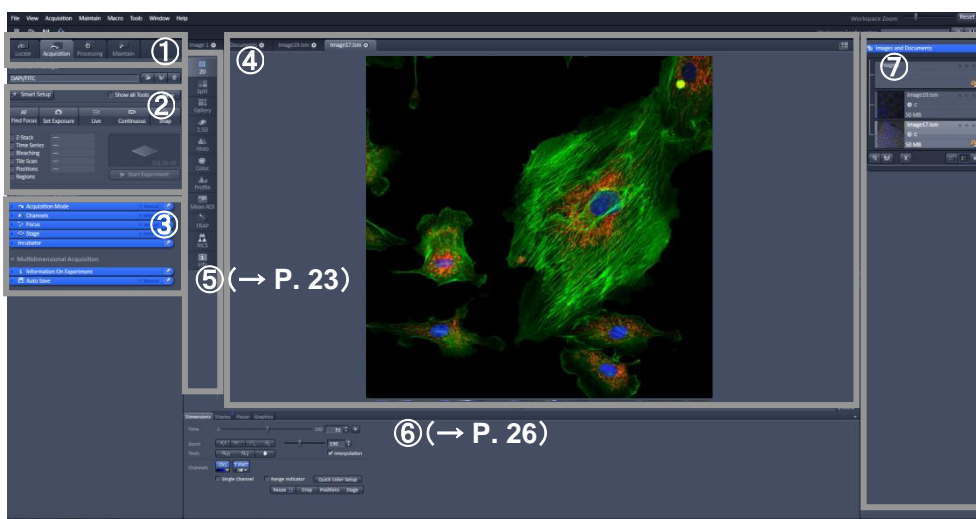

Fig.3 ソフトウェア起動後の ZEN メインアプリケーションウインド
左ツールエリア (Fig.3-①,②,③)
センタースクリーンエリア (Fig.3 - ④,⑤,⑥)
④ 画像ウインドウ ⑤ ビュータブ ⑥ ビューコントローラー
右ツールエリア (Fig.3 - ⑦)